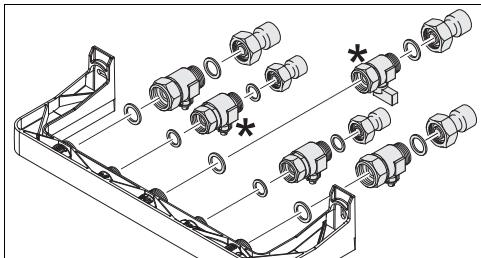

Fig. 1 Conexiones a efectuar
- ▶ Efectuar todas las conexiones de válvulas y racores, según lo indicado en la Fig. 1.